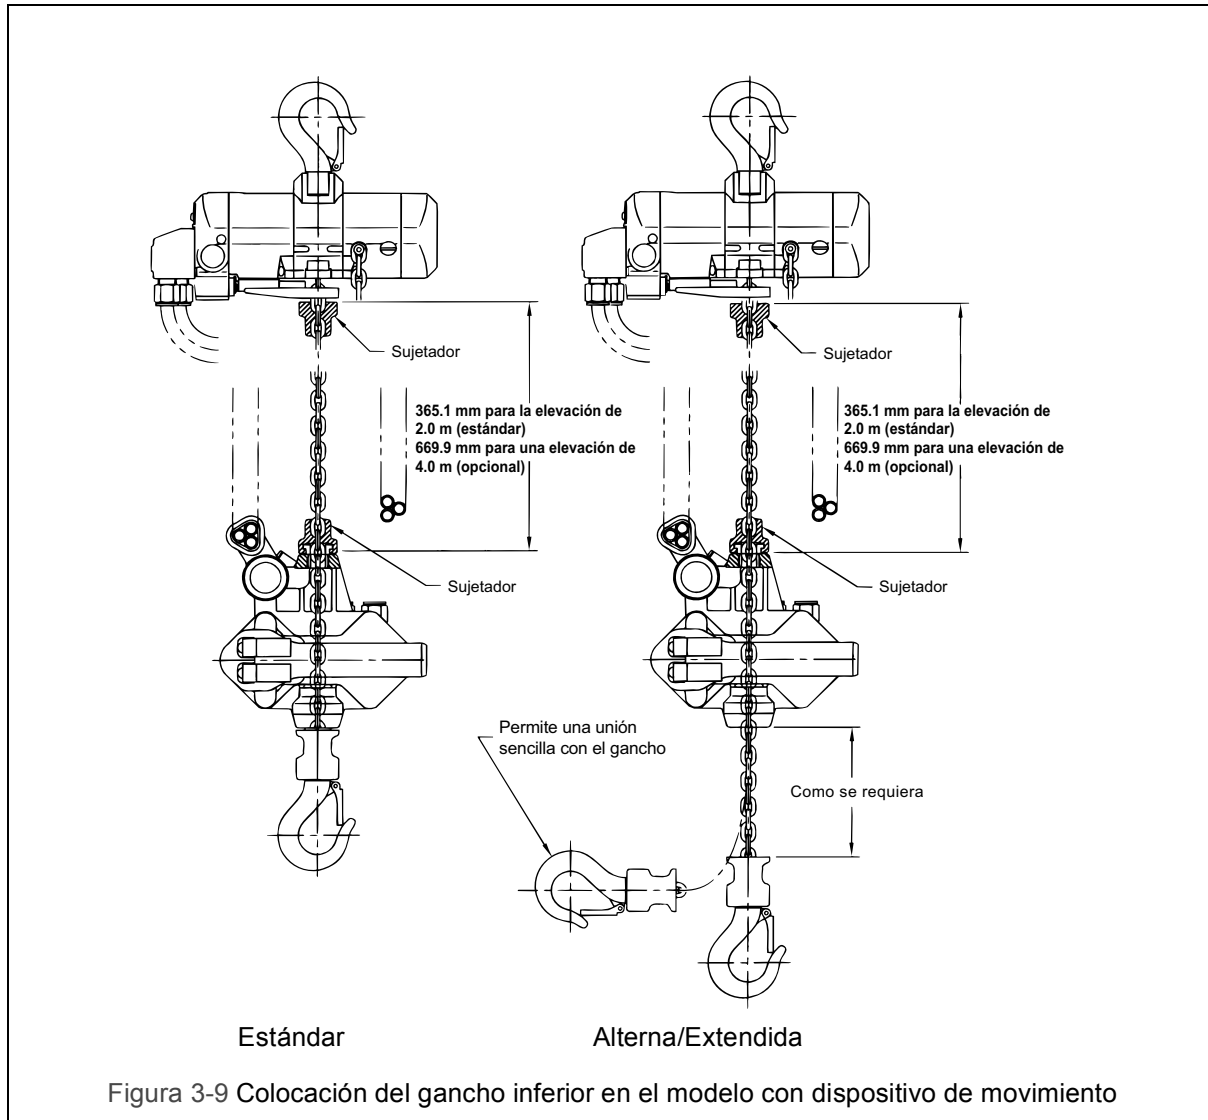

Figura 3-9 Colocación del gancho inferior en el modelo con dispositivo de movimiento
3.13.1 El gancho inferior puede extenderse por debajo del control de movimiento para permitir un funcionamiento y conexión más sencilla de la carga, como lo requiera la aplicación. Aplique las siguientes instrucciones. Consulte la Figura 3-9.
- 5) Consulte las dimensiones mínimas entre los sujetadores mostradas en la Figura 3-9. Mida hacia arriba desde el sujetador inferior y vuelva a instalar el sujetador superior sobre la cadena de carga.